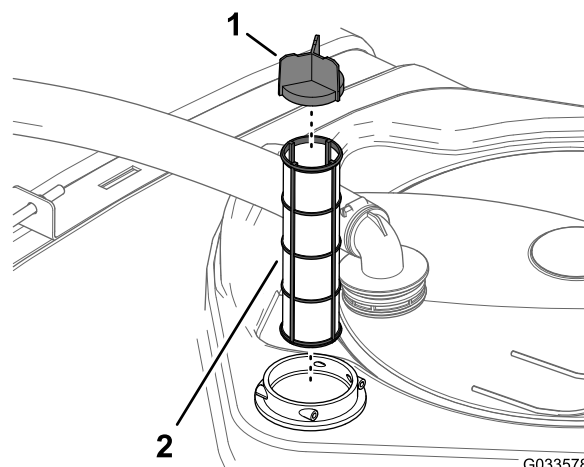

Figura 95
4. Scoatei sita de aspiraie din carcasa filtrului din rezervor (Figura 95).